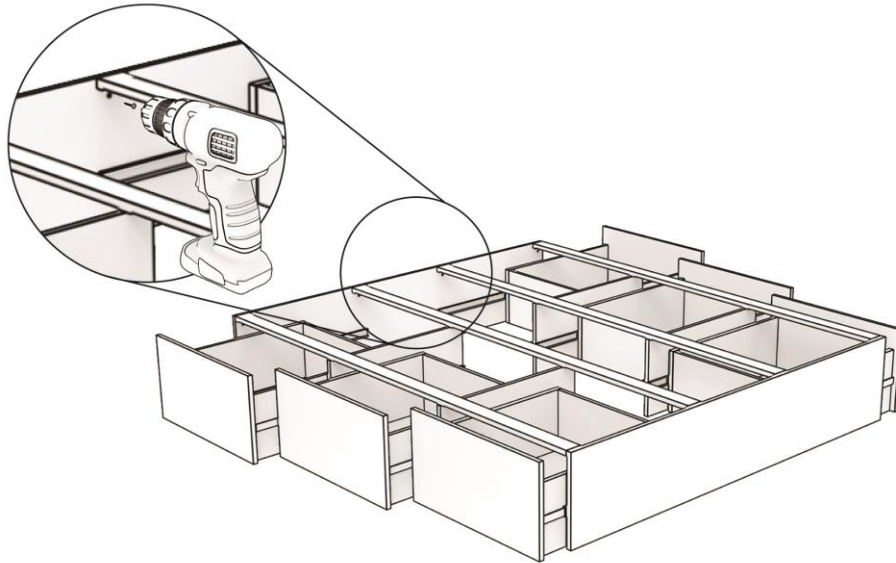

Abbildung 4: Montage und Positionierung der Randleisten für einen Boden mit Schubladen.
Schritt 4. Platzieren Sie die 2 Schubladenblöcke wie in Abbildung 4 dargestellt. Schrauben Sie dann die Leisten mit den mitgelieferten Schrauben an. Achten Sie darauf, dass die Leisten in einem Winkel von 90° Grad zueinander stehen.